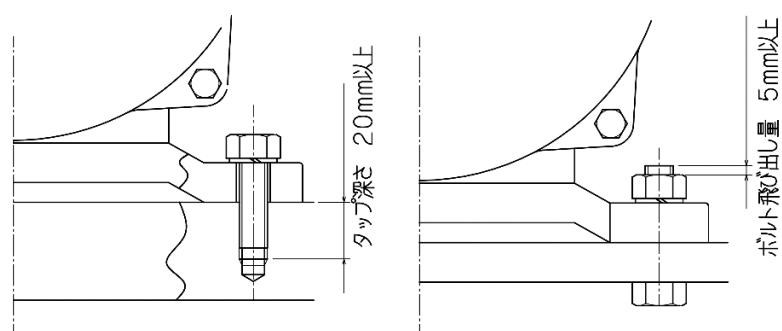

図3：固定方法
- (1) 固定用ボルトは強度区分4.8以上の防錆処理を施してあるものを使用してください。又、必ずねね座金等の緩み止めを併用してください。
- (2) [MCH/MCHT形の場合]ボルト&ナットで固定する場合は、図3のようにナット側にボルトの先端が5mm程度出る長さのボルトを使用してください。又、ベース面にタップ穴加工をして取付ける場合、図3のようにタップ深さは20mm以上必要です。